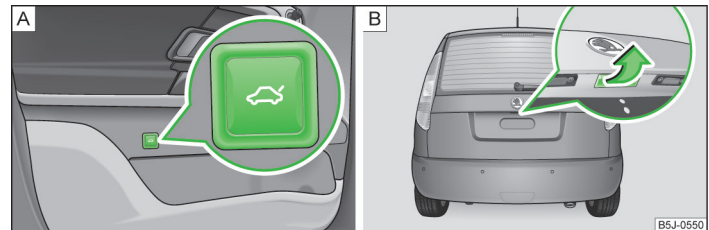

Abb. 18 Gepäckraumklappe öffnen / Griff der Gepäckraumklappe
- Die Symboltaste  in der Fahrtür » Abb. 18 - A drücken und die Gepäckraumklappe in Pfeilrichtung anheben » Abb. 18 - B.
- Den Griff drücken und die Gepäckraumklappe in Pfeilrichtung anheben » Abb. 18 - B.